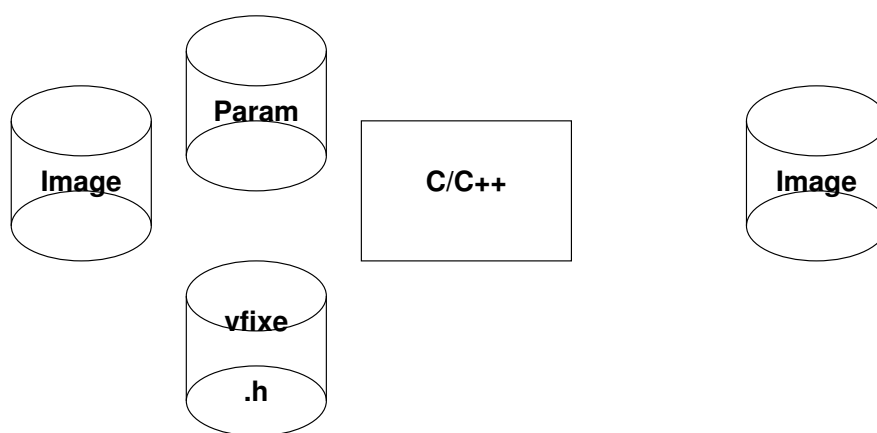

FIGURE 2 – Etape 2 : algorithme virgule fixe
- **Implémentation virgule fixe**, figure 2